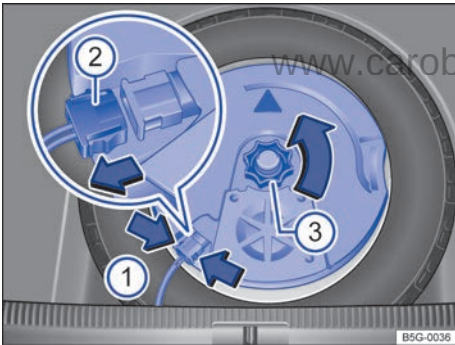

图 188 行李箱内：拆下重低音扬声器
- 用手捏住定位凸缘 ⇒ 图 188（箭头 ①）并压紧到止位，并断开连接插头 ②。
- 拔出连接插头 ②，并将拔出的导线放置一边。
- 将手轮 ③ 沿箭头方向拧出。
- 插上连接插头 ②，直至听到其卡止。
- 将手轮 ③ 在螺纹销上逆箭头方向转动，直至低音箱牢固固定。